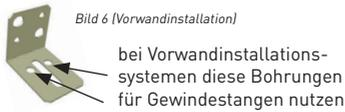

Bild 7 (Vorwandinstallation)
- Befestigungsmaterial für die Vorwand- bzw. Wandinstallation ist im Lieferumfang enthalten (Bild 7 und 8).